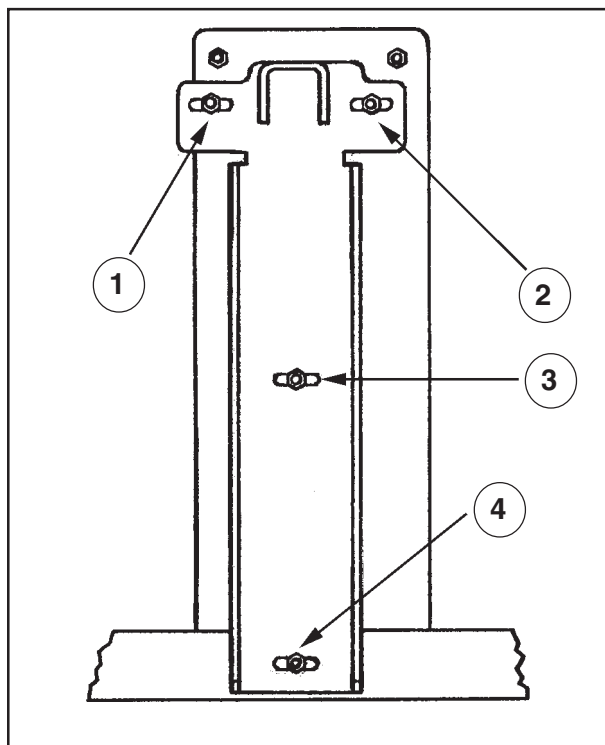

Figure 34
6. Repérez les quatre rivets sur le support de la tête de brosse. Voir figure 34. Les deux écrous supérieurs peuvent être accédés par la partie supérieure du réservoir de la solution. Les deux écrous inférieurs peuvent être accédés par l'avant. Desserrer les quatre écrous en effectuant 2 à 3 tours dans le sens antihoraire. REMARQUE : Ne pas retirer les écrous.